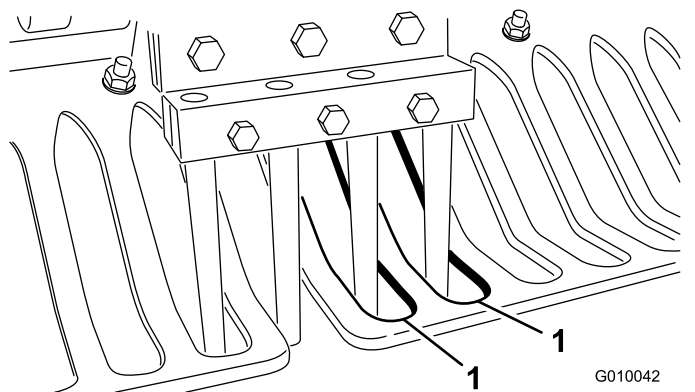

图27
7. 检查打针对准护草板缺口的中心（图27）。必要时调节护草板，然后拧紧螺母。